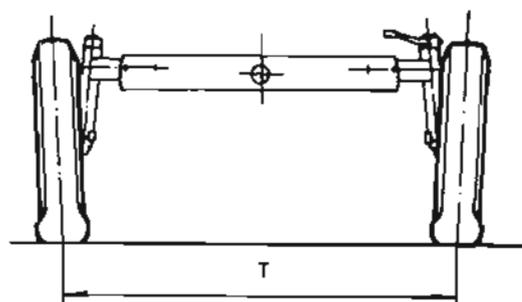

Fig. 1
*DETERMINACIÓN DE LA TROCHA.* Se ha convenido que la trocha es la distancia medida entre centros de rueda (fig. 1).